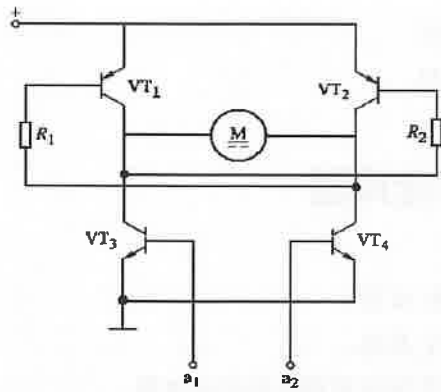

图 2 电动助力转向系电机转向控制电路
28. 当图 2 中触发端  $a_1$  得到输入信号时，以箭线方式列出系统工作主电路。